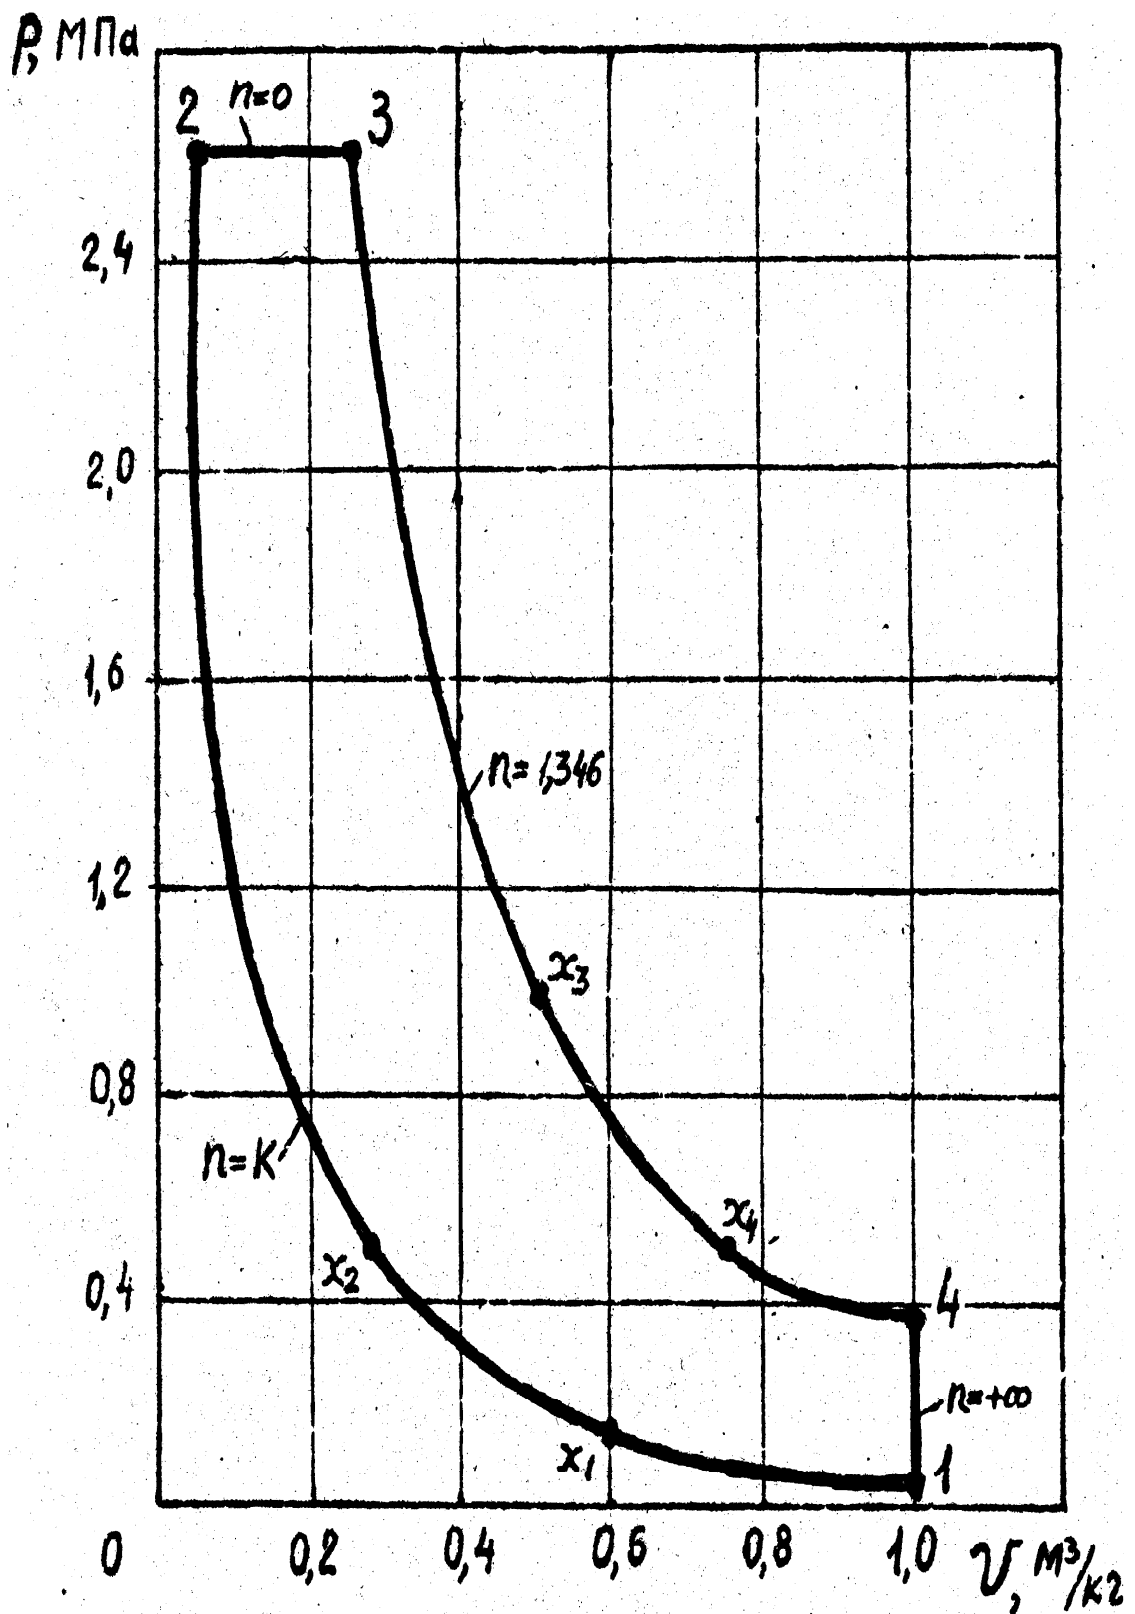
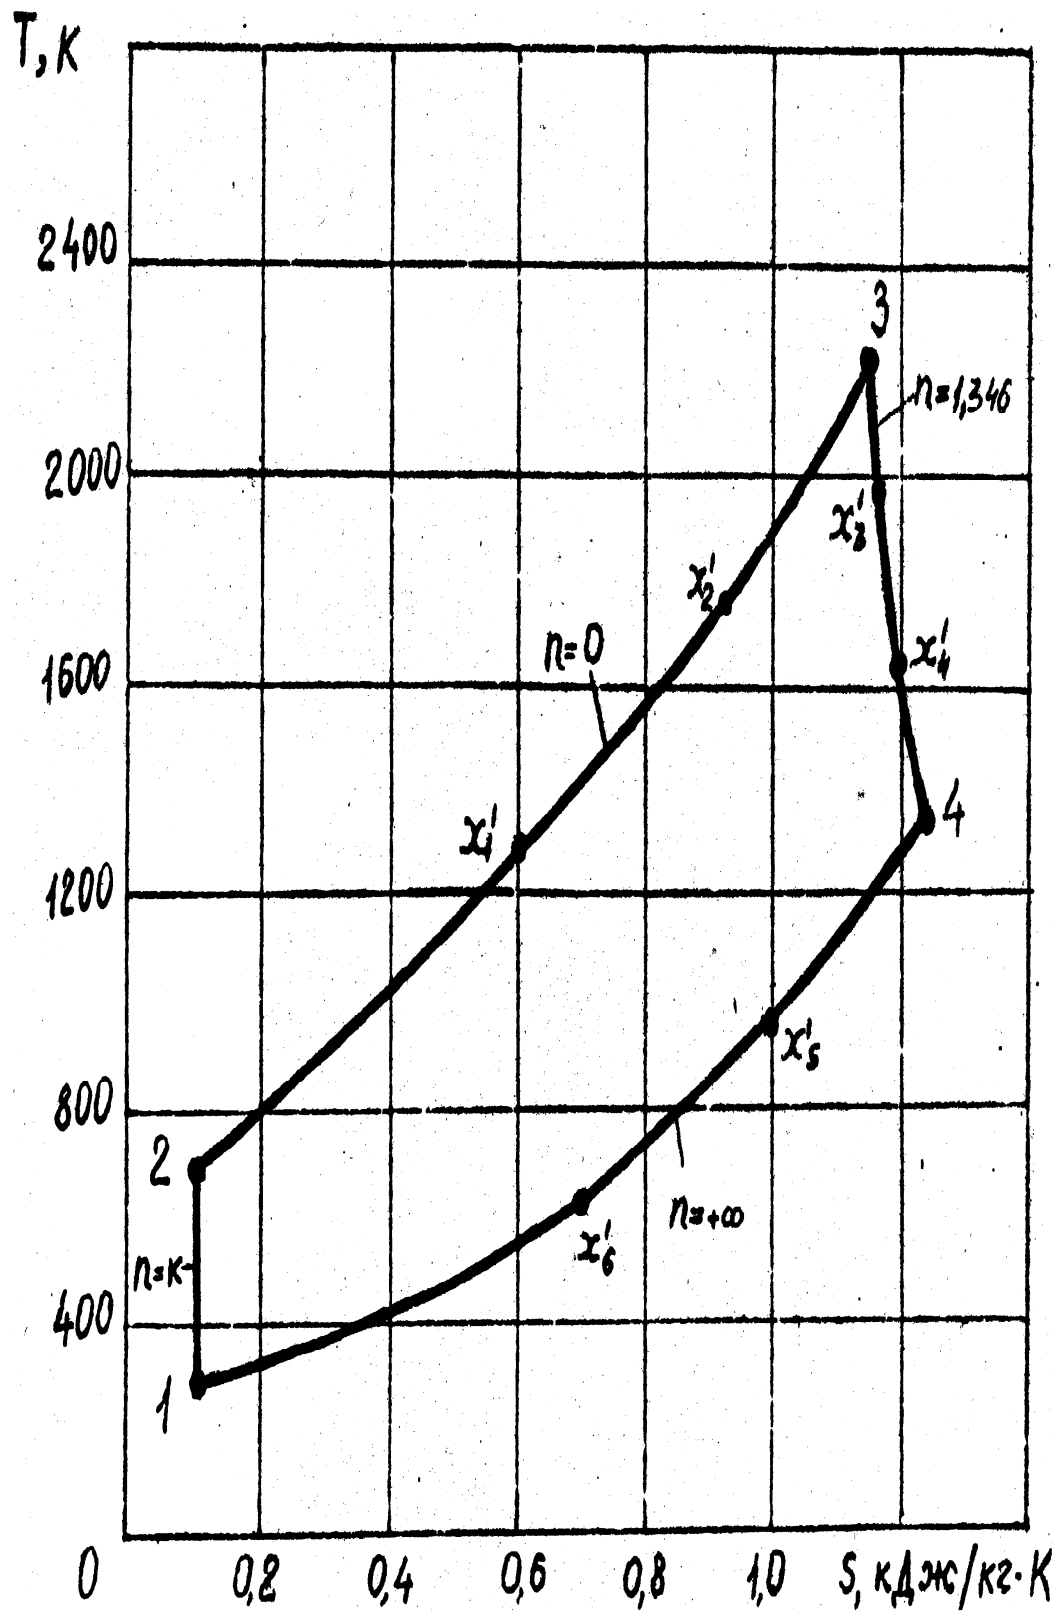

Рис.2.1. Рабочая диаграмма цикла.
Рис. 2.2. Тепловая диаграмма цикла
Результаты расчета вносятся в бланк задания и по ним строятся в соответствующем масштабе рабочая $p-v$ (рис.2.1) и тепловая $T-s$ (рис.2.2) диаграммы рассчитанного термодинамического цикла.
3. Построение рабочей ($p-v$) и тепловой ($T-s$) диаграмм цикла. По вычисленным значениям параметров состояния воздуха в узловых и промежуточных точках цикла в масштабе строятся рабочая (рис.2.1.) и тепловая (рис.2.2.) диаграммы цикла.
- рабочую и тепловую диаграммы цикла (см. рис.2.1 и рис.2.2).